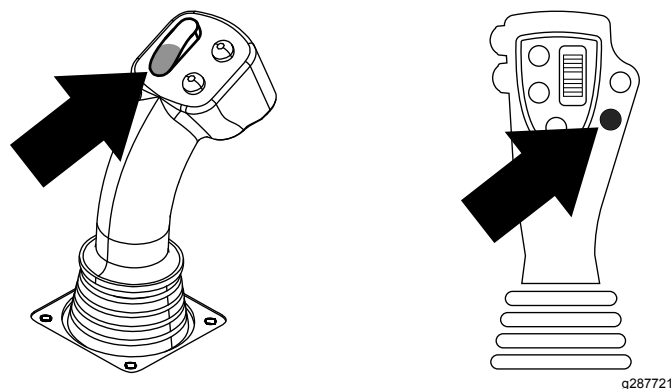

**Figura 18**
6. Segure o botão inferior esquerdo no joystick com 8 botões, ou o botão superior no joystick com 4 botões, para segurar a haste (**Figura 18** e **Figura 19**) e, em seguida, solte o botão.